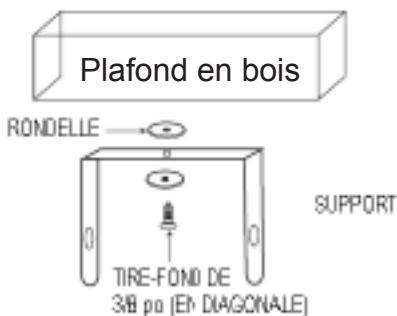

Figure 4a – Installation avec une vis
Consultez les figures 4a et 4b.
REMARQUE: Si vous prévoyez pivoter le radiateur vers la gauche ou la droite, il est recommandé d'ajouter des rondelles de chaque côté du support. Un tire-fond plus long peut être nécessaire pour fixer correctement le radiateur. Voir la figure 4a.
- Si le radiateur a été fixé avec un seul tire-fond, comme illustré à la figure 4a, il est possible de le tourner horizontalement au besoin. Par contre, s'il a été installé avec deux tire-fonds, il ne peut être tourné de cette manière.
1. Pour tourner l'appareil quand il a été installé avec un seul tire-fond (comme indiqué à la figure 4a), tournez simplement le radiateur entier comme nécessaire.